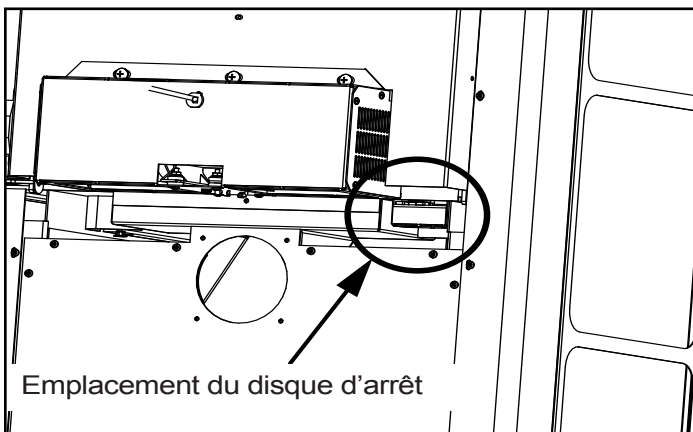

Figure 13.1
3. **Emplacement du disque d'arrêt:** Si le ventilateur soufflant se met en marche et s'arrête à des températures indésirables, placez le disque d'arrêt à un autre endroit de la zone désignée à l'arrière de l'appareil (**Figure 13.1**). Un interrupteur ayant priorité sur le disque d'arrêt peut être utilisé pour désactiver ce dernier si nécessaire.